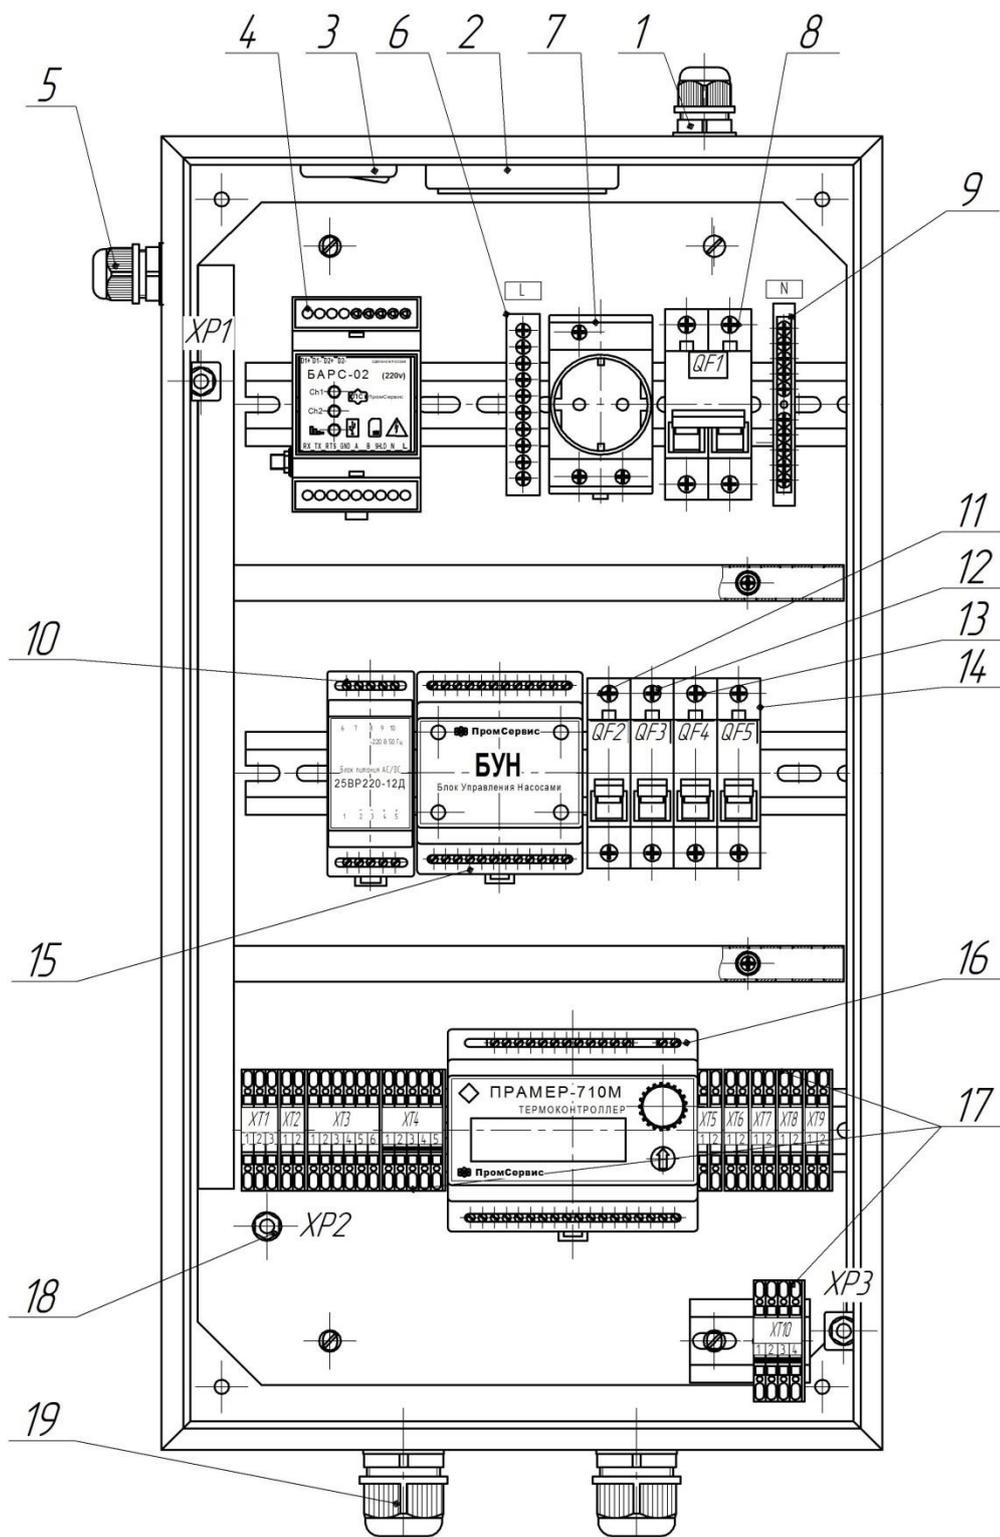

Рисунок 1. Расположение компонентов внутри шкафа:
В обязательном порядке подключение проводника защитного заземления «РЕ» выполняется к болту заземления ХР2 (Рисунок 1).
5.9 Для защиты от короткого замыкания и превышения уровня переменного тока «НАСОСА 1» в ШУР установлен автоматический выключатель QF3 (Рисунок 1, поз. 12).